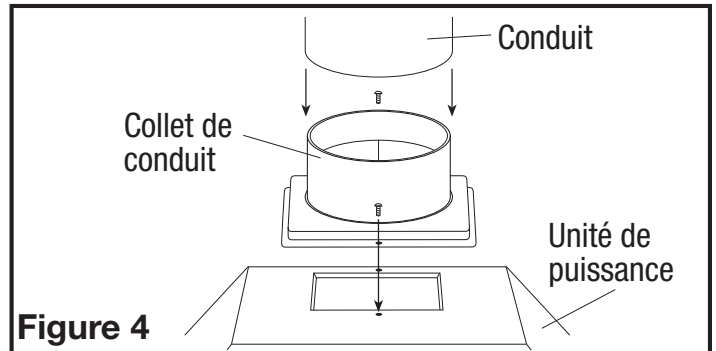

Figure 4
1. Installez le collet de conduit sur la hotte avec les deux vis #6 à tête épointée. Assurez-vous que les joints des conduits et les pénétrations extérieures sont scellés avec du mastic ou tout autre matériau similaire pour créer un passage d'air étanche afin de minimiser la perte ou le gain de chaleur et réduire le risque de condensation. Placez / enveloppez l'isolant autour du conduit et / ou ventilateur afin de minimiser la possibilité d'accumulation de condensation à l'intérieur du conduit, ainsi que la perte ou le gain de chaleur (**Figure 4**).
2. Quand il y a accès au dessus de l'unité, reliez la canalisation au collier de conduit et fixez-la en place en utilisant un ruban adhésif pour sceller tous les joints (**Figure 4**).